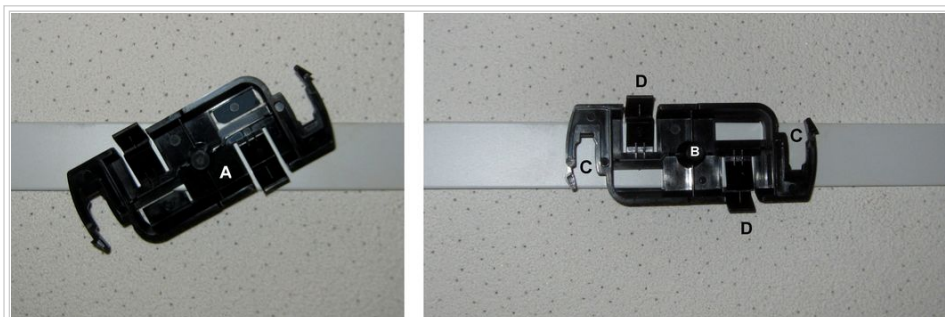

Fig. 4 - Soporte Aruba para cielorraso tipo Armstrong
- Seleccionar la pieza (A) cuyo ancho coincida con el perfil del cielorraso y colocarla como se indica en Fig. 4 (izquierda).
- Girar la pieza (A) en sentido horario hasta que calcen las trabas (D) (Fig. 4 derecha).
- Colocar el equipo en el punto B y girarlo en sentido horario hasta que calcen las trabas (C) (Fig. 4), quedando instalado como se muestra en (Fig. 3).